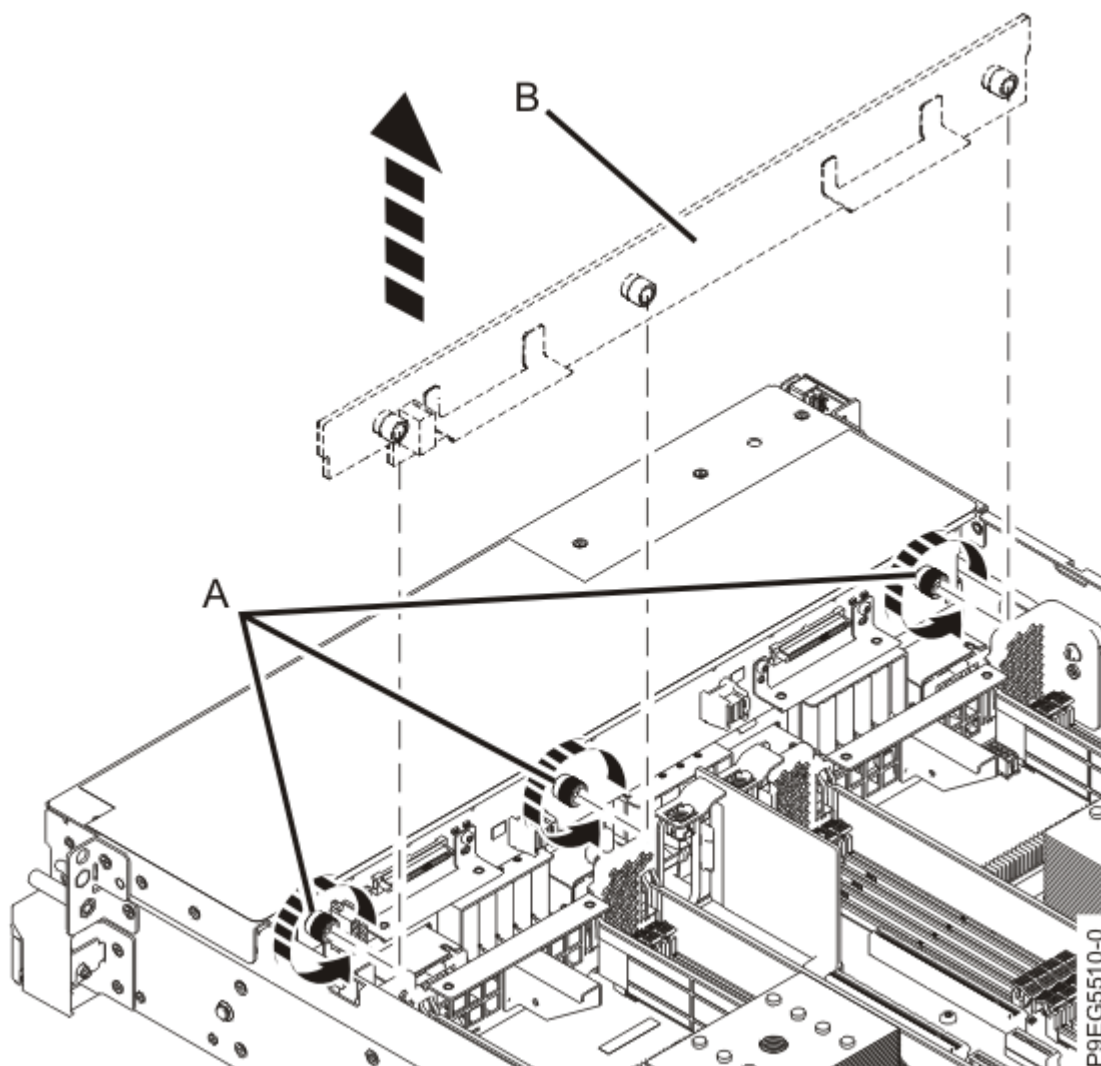

Abbildung 13. Schrauben der Plattenlaufwerksrückwandplatte lösen
9. Lösen Sie die drei Rändelschrauben **(A)** der Plattenlaufwerksrückwandplatine **(B)**, bis sie vollständig lose sind (siehe Abbildung 13 auf Seite 15).